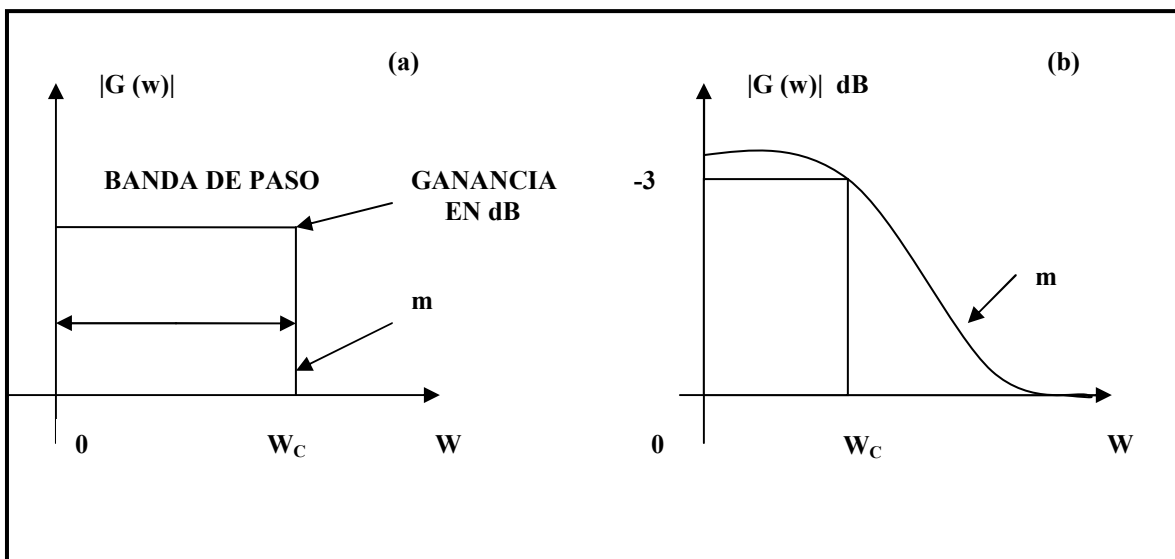

FIGURA 1.1.11 Filtro paso bajas. (a) Gráfica ideal; (b) Gráfica real.
- **Paso bajas:** Corresponde a los filtros que dejan pasar frecuencias menores a la frecuencia de corte ($0 < B \leq W_C$). Su gráfica se representa en la figura 1.1.11: